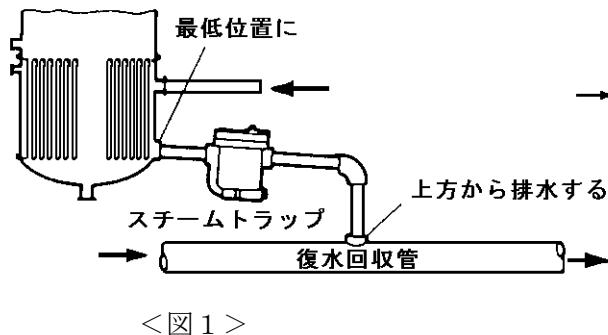

図1 >
- 2) 復水を発生する機器より低い位置に取付けてください。(図1参照)
- 4) 復水を回収する場合、回収効率を高めるため、トランプからの復水排出管を回収管の上方に接続してください。(図1参照)